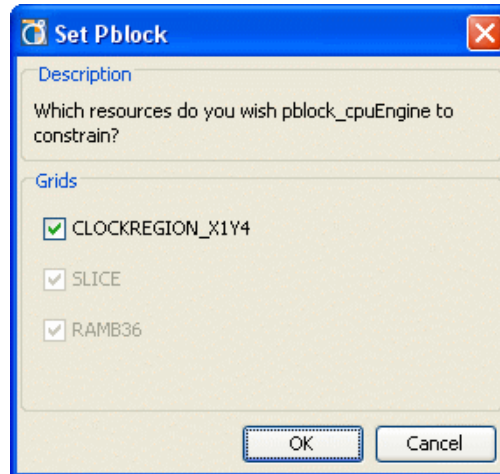

図 10-7： [Set Pblock] ダイアログ ボックスで Pblock をクロック領域として定義
2. 図 10-7 の[Set Pblock] ダイアログ ボックスで [OK] をクリックし、Pblock の範囲をクロック領域 (CLOCKREGION_X) として定義します。